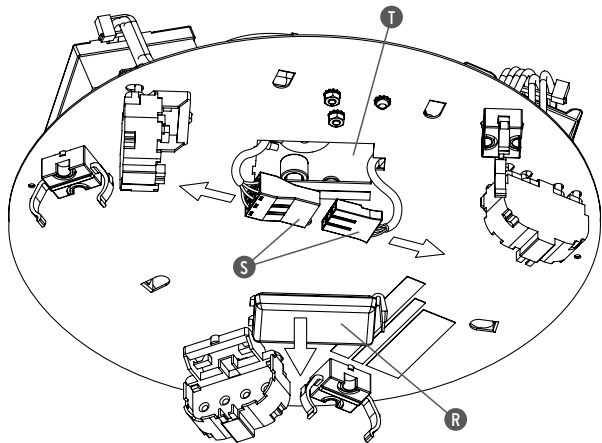

Fig. 5
<GB> Fig.5 VERSION ECO USA - WARNING! Each time the apparatus must be handled in order to replace components (ballast, etc.), disconnect the live feed from the power pack proceeding as follows: remove the protection (R), pull out the connector (S) from the opening (T) and disconnect the male from the female; when the replacement has been done, reconnect the connector (S), reposition it inside the opening (TM), then replace the protection (R).
<FR> Fig.5 VERSION ECO USA - AVERTISSEMENT! Chaque fois que l'on intervient sur l'appareil pour remplacer des composants (ballast, etc.), il faut couper l'alimentation électrique aux alimentateurs en procédant de la manière suivante: retirer la protection (R), extraire le connecteur (S) de l'ouverture (T) et débrancher la fiche mâle de la fiche femelle; une fois le remplacement effectué, rebrancher le connecteur (S), le remettre dans l'ouverture (TM), et remonter alors la protection (R).
<ES> Fig.5 VERSIÓN ECO USA - ¡ADVERTENCIA! Cada vez que se interviene en el equipo para la sustitución de los componentes (balasto, etc.), es necesario desconectar la alimentación eléctrica de los alimentadores actuando tal y como se especifica a continuación: quitar la protección (R), extraer el conector (S) de la apertura (T) y desconectar el macho de la hembra. Una vez realizada la sustitución, volver a conectar el conector (S), volver a colocarlo en el interior de la apertura (TM) y, por último, volver a montar la protección (R).
<J> 図5. ECO USA バージョン 警告! 器具構成部品の取り替え(脚荷等)の際は、以下の手順に従って電気プラグの接続を外す必要があります:保護(R)を外し、コネクタ(S)を隙間(T)から取り出し、コネクタの差し込み部分をもう一方のコネクタから外します。部品交換終了後、コネクタ(S)を再び接続し、コネクタを内部の溝(TM)に配置し、保護(R)を取り付けます。